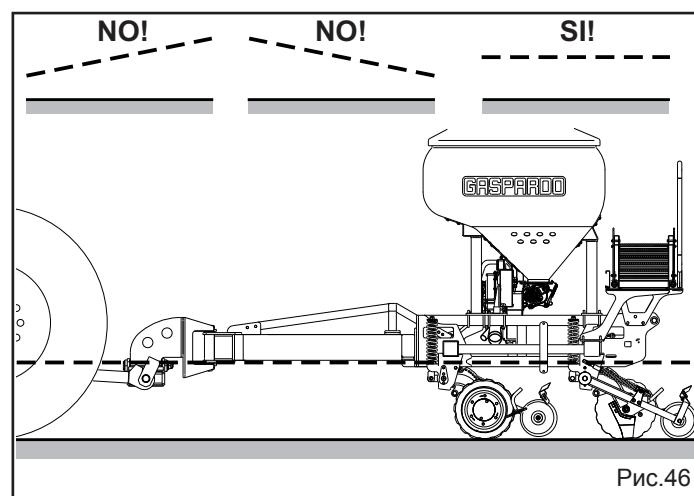

Рис.46
- 5) Убедитесь, что машина работает с горизонтально расположенной несущей рамой (Рис. 46); только в этом положении нагрузка равномерно распределяется между двумя рядами высевающих элементов.